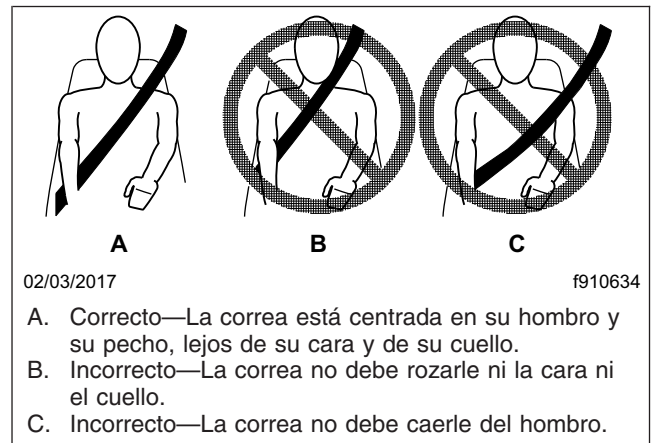

Figura 7.9, Posición correcta de la correa del hombro
- Coloque la correa del hombro diagonalmente a través del torso con el soporte ajustable de la guía en D, si lo hay. La correa debe estar centrada en el hombro y el pecho, lejos de la cara y del cuello. Vea la **Figura 7.9**. Si se desea, trabe el cierre Komfort Latch o Sliding Komfort Latch como sigue: